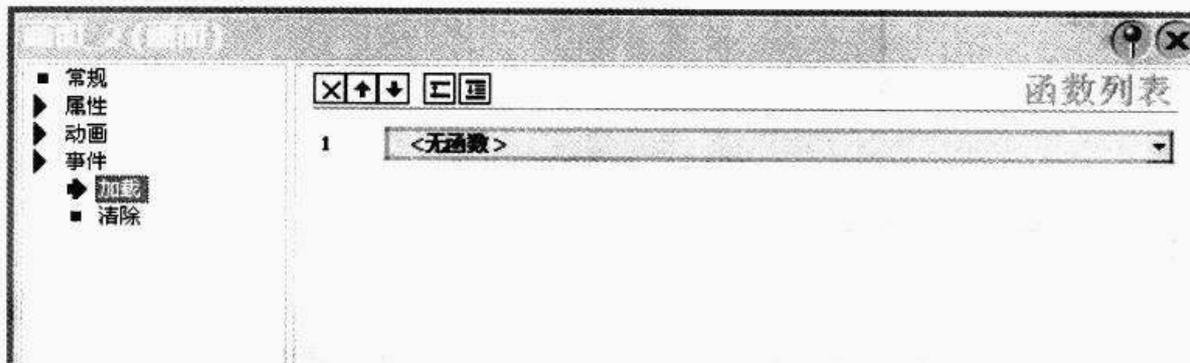

图 5-7 画面属性—加载
- ④ 在“事件”组中,定义调用和退出画面时要在运行系统中执行哪些功能。“加载”(也叫做“装载”)指的是切换该画面作为当前画面时发生的事件,可以设置在加载画面时启用哪些系统函数或者脚本,如图 5-7 所示。